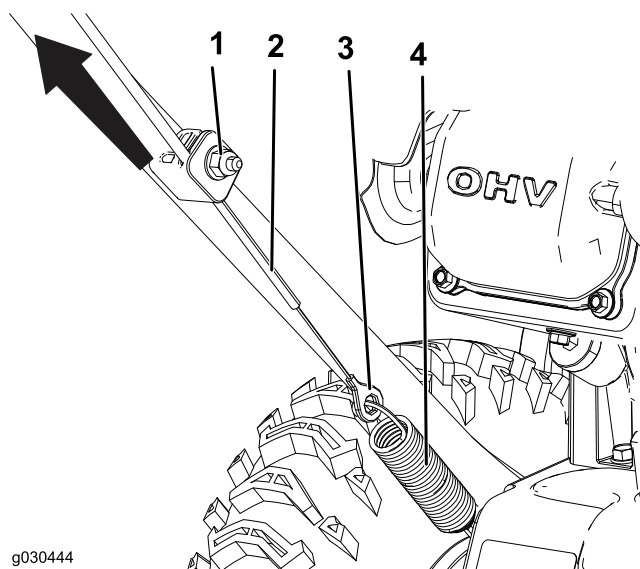

Рисунок 24
1. Ослабьте затяжку гайки нижнего зажима тросика, но не отворачивайте ее полностью (Рисунок 24).
2. Потяните тросик вверх, чтобы частично выбрать провисание тросика (Рисунок 24).
3. Удерживайте тросик на месте и затяните гайку (Рисунок 24).